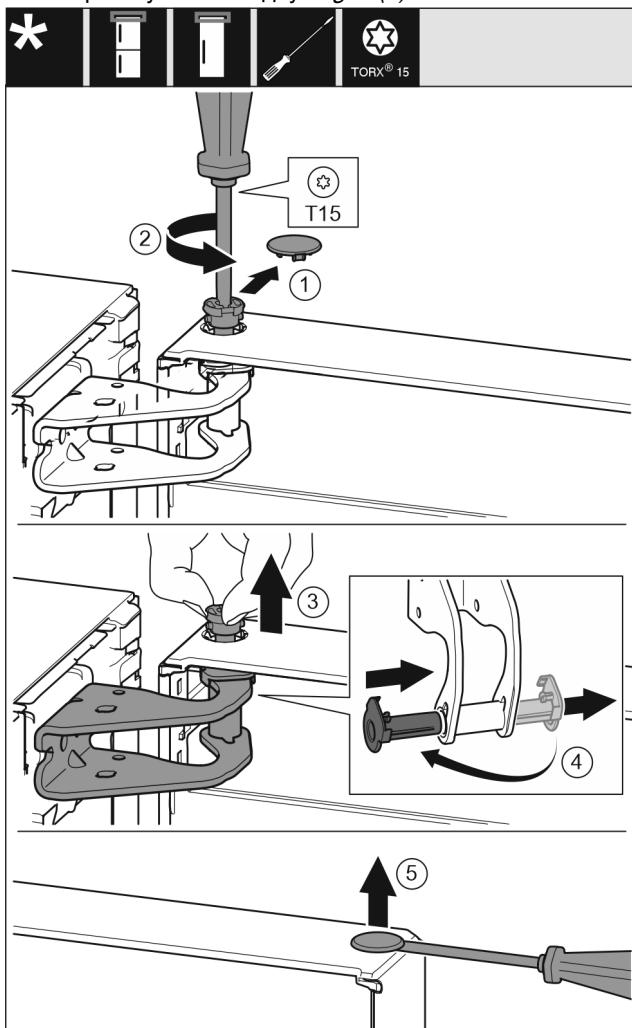

Fig. 7
- ▶ Обережно зніміть запобіжну кришку. Fig. 7 (1)
- ▶ Трохи викрутіть гвинт за допомогою викрутки T15. Fig. 7 (2)
- ▶ Притримуйте дверцята і витягніть палець руками. Fig. 7 (3)
- ▶ Витягніть із напрямної опорну втулку. Встановіть і зафіксуйте з іншого боку. Fig. 7 (4)
- ▶ За допомогою шліцевої викрутки обережно підійміть пробку із опорного втулка дверцята та витягніть її. Fig. 7 (5)